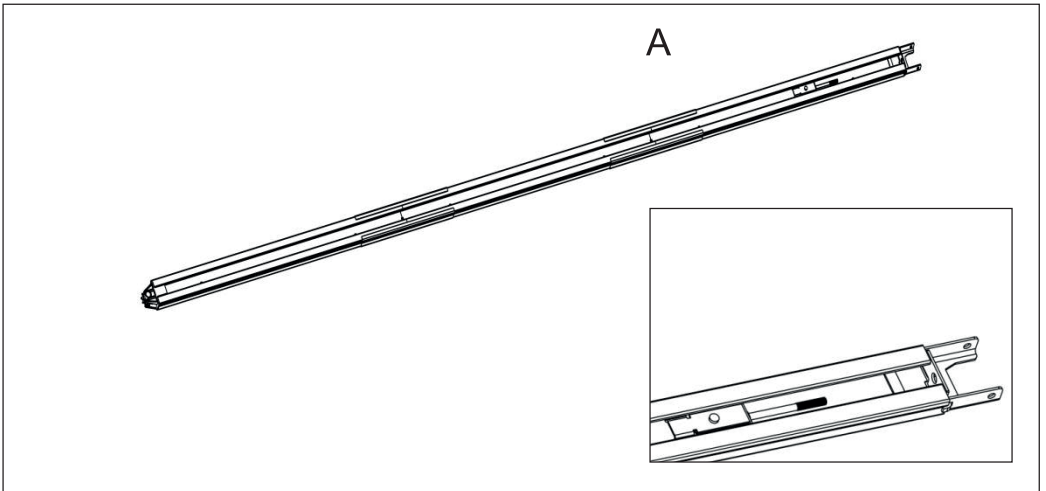

Fig.9
4. Comme sur la figure 9, tirer la tige filetée «A» avec la chaîne intérieure à la fin de la traverse supérieure ;